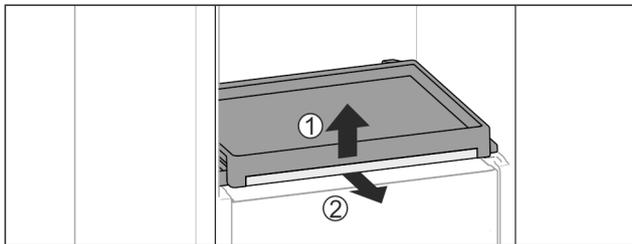

Fig. 42
- ▶ Auszugsbord mit Glasplatte entnehmen: Glasplatte vorne leicht anheben Fig. 42 (1) und nach vorne herausziehen Fig. 42 (2).